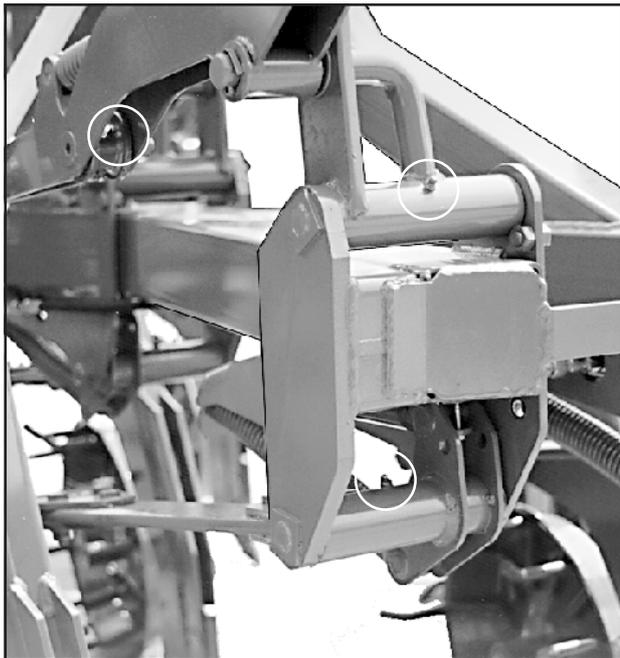

Рис. 12.1
- Смазывать ниппели для консистентной смазки (рис. 12.1, 12.2 и 12.3) (прокладки содержать в чистом состоянии).